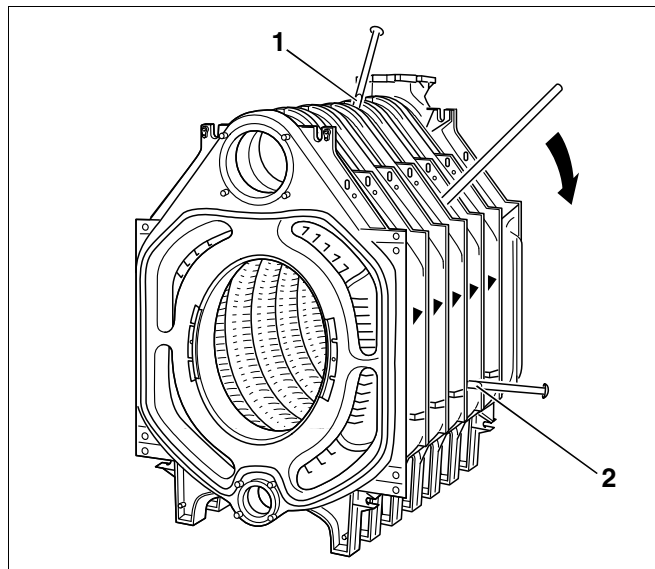

Fig. 27 Deling av kjelblokken
- Del kjelen på det utette stedet ved å slå inn flate kiler eller meisler på de tilsvarende stedene (Fig. 27, Pos. 1 og 2, oppe og nede mellom kjelelementene).